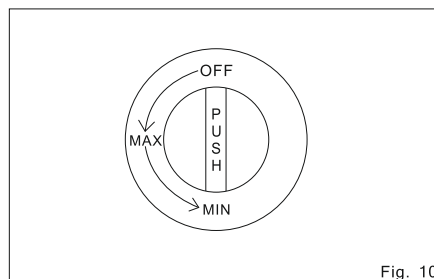

Fig. 10
- Coloque la perilla de ajuste del gas sobre el eje y apriete fuerte (Fig. 10, 11)